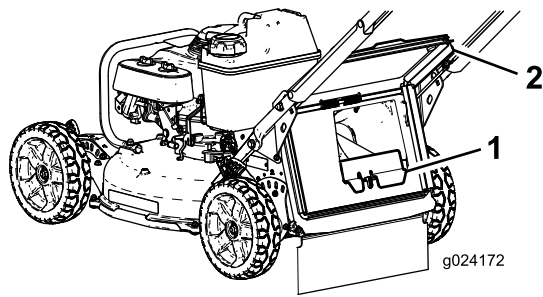

Figure 21
- Si l'obturateur de goulotte arrière n'est pas en place, saisissez-le par la poignée, soulevez le volet arrière, et insérez-le dans la goulotte arrière jusqu'à ce que le verrou s'enclenche; voir Figure 21.
1. Volet arrière      3. Cran (2)
2. Extrémité de la tige du bac (2)
3. Retirez l'obturateur d'éjection arrière en appuyant sur le verrou avec le pouce et en tirant l'obturateur hors de la machine (Figure 21).